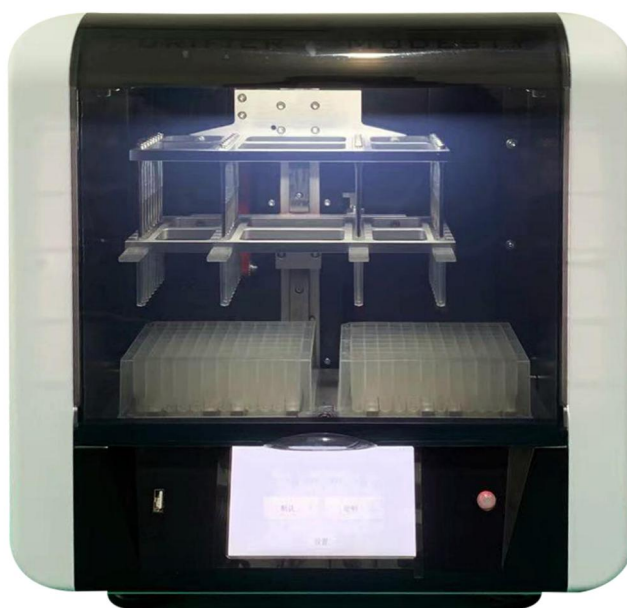

图 1-1. Purifier 32
**工作原理** Purifier 32（图 1-1）设计用于标准深孔板中全自动转移和处理磁珠。